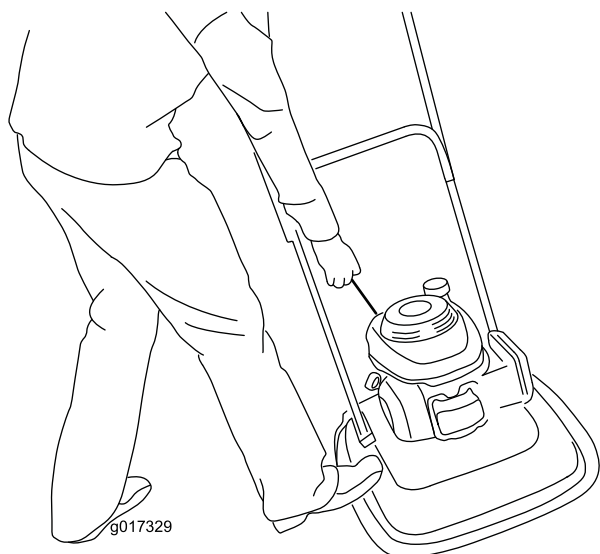

Figure 15
3. Placez le pied sur le tablier de coupe et inclinez la machine vers vous (Figure 15).